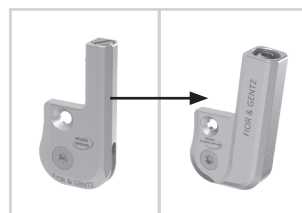

Fig. 24
- 3 Monte la unidad funcional de la articulación de sistema **NEURO CLASSIC-SWING** en la anchura de sistema correspondiente (fig. 24).